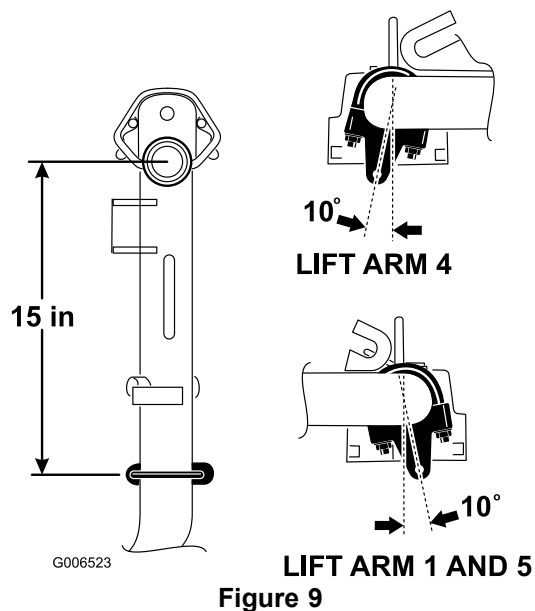

Figure 9
1. Sur les bras de relevage n° 1, 4 et 5, positionnez les supports de chaînes et les étriers filetés à 38 cm derrière l'axe du pivot (Figure 9). Sur les bras de relevage n° 1 et 5, tournez les supports vers la droite de 10 degrés par rapport à la verticale (Figure 9). Sur le bras de relevage n° 4, tournez le support vers la gauche de 10 degrés par rapport à la verticale (Figure 9).